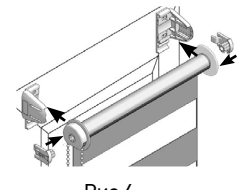

Рис.6
- 2.4. Установить вставки в механизм управления и в заглушку в трубе. Вставить изделие в кронштейны. Рулон ткани должен быть виден (Рис.6).